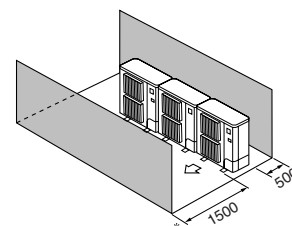

Fig. 2-11
- ④ Hindernisse nur auf der Vorder- und Rückseite (Fig. 2-11)